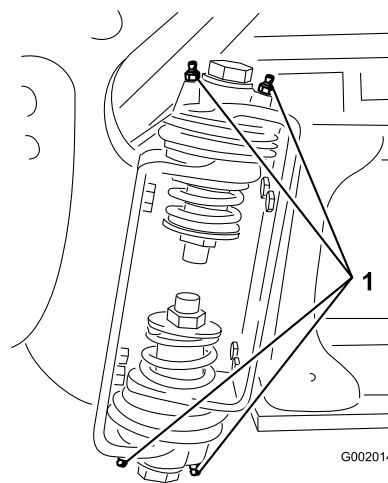

Figura 35
2. Pompate del grasso nel raccordo di ogni cuscinetto o boccia Figura 35.